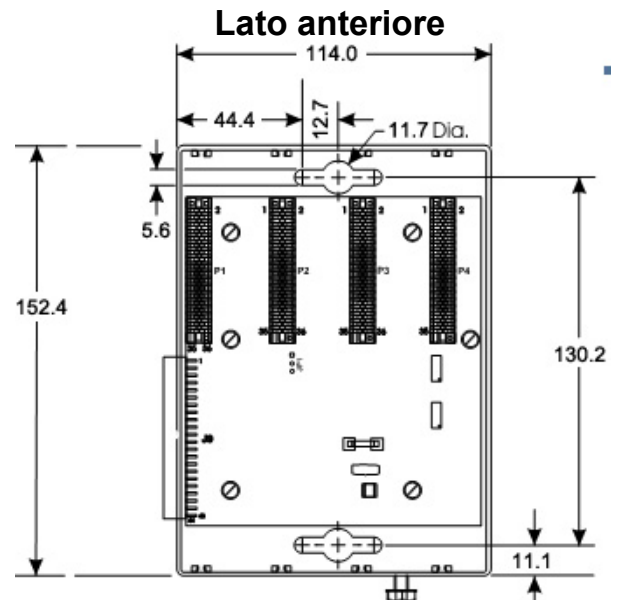

Figura 3. Dimensioni dell'alloggiamento di espansione a 4 slot per ControlWave Micro (in millimetri)
- Alloggiamento di espansione. Posizionare l'alloggiamento di espansione a destra dell'alloggiamento di base e individuare i fori di montaggio utilizzando l'alloggiamento di espansione come modello (vedere la *Figura 3* per le dimensioni).